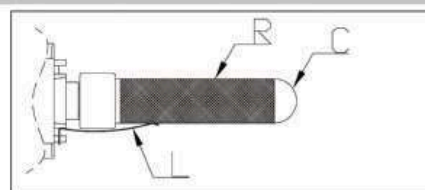

Fig.38
**VERSIONE ORIZZONTALE (Fig. 38)**
- Svitare delicatamente il condensatore al quarzo (C).
- Sfilare la rete (R) esterna al tubo: se l'operazione risulta difficoltosa, ruotare leggermente la rete attorno al condensatore al quarzo.
HORIZONTAL VERSION (Fig. 38)